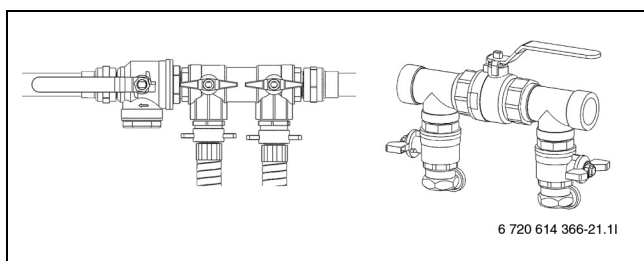

Bild 29 Befüllereinrichtungen in Normalposition
- Ventile der Befüllereinrichtung in die Normalposition stellen (→ Bild 29) und Pumpe der Befüllstation abschalten.